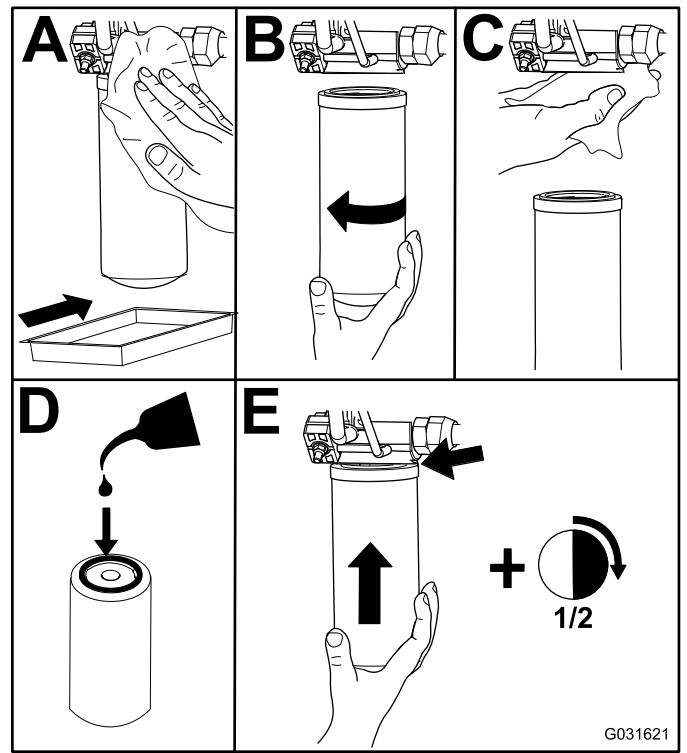

Figura 79
2. Cambie los filtros hidráulicos (Figura 79).